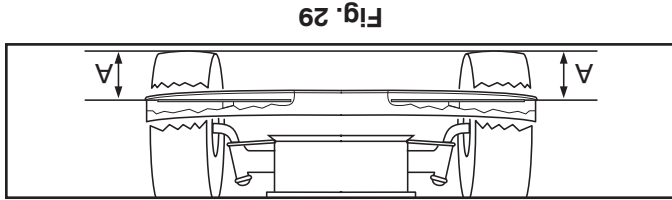

Fig. 29
- **AJUSTEMENT LATÉRAL DE PRÉCISION** (Voir la Fig. 29) Assurez-vous que vos pneus sont adéquatement gonflés, puis stationnez le tracteur sur un terrain de niveau ou une entrée de cour.